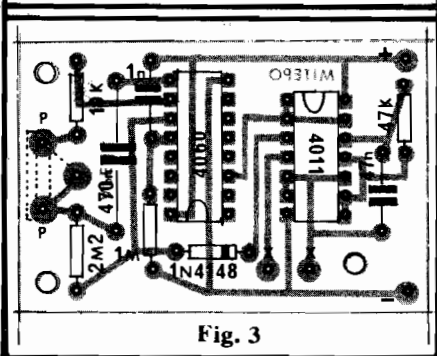

Fig. 3
Na fig. 3 temos o lado não cobreado da placa, com as posições e valores de componentes nitidamente demarcados... É o que chamamos de "chapeado" ou "vista real" (os compradores de KITS recebem suas plaquinhas com a impressão de "chapeado" nitidamente indicada, facilitando muito a colocação dos componentes de maneira correta). Os Integrados e o diodo devem ter suas posições cuidadosamente observadas e reproduzidas. Quanto aos demais componentes, o importante é colocar o "valor certo no lugar certo".
Os pontos periféricos (+) e (-) receberão as conexões da alimentação. As ilhas (x)(x) destinam-se à ligação dos fios que conduzem à cápsula piezo ou microfone de cristal, usado como transdutor sonoro. Finalmente, aos pontos (P)(P) devem ser feitas as conexões do potenciômetro de ajuste do tempo. Entretanto, na fig. 3, vê-se claramente a estilização de um trim-pot no local... O detalhe é mostrado dessa maneira, para indicar que, se assim o Leitor preferir, nada impede que o potenciômetro seja substituído pelo trim-pot, desde que a aplicação desejada permita ajustes semi-permanentes na temporização.